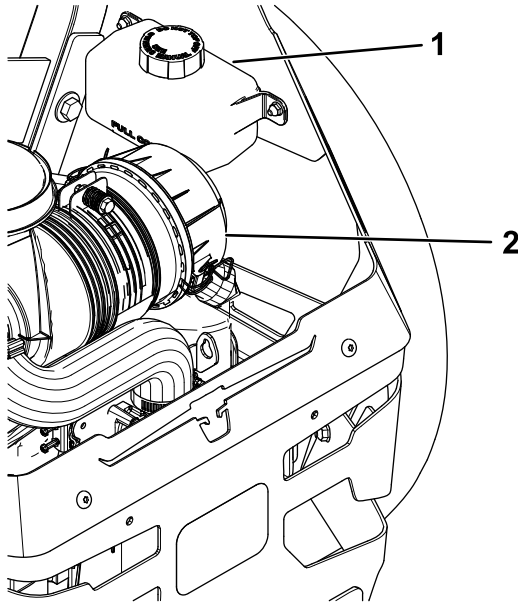

Figure 75
2. Vérifiez le niveau dans le vase d'expansion et faites l'appoint d'huile Toro® HYPR-OIL™ 500 au besoin pour faire monter le niveau jusqu'au repère maximum à froid (FULL COLD) (Figure 75).